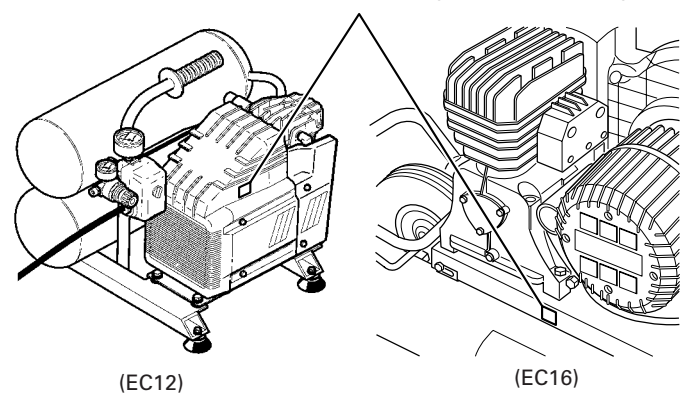

Fig. 6
Cet élément n'est pas nécessaire si le compresseur n'est pas équipé du commutateur de réenclenchement du protecteur thermique montré dans la Fig. 6.
- (2) Si le cordon prolongateur n'est pas conforme aux spécifications données à la page 16, le remplacer par un cordon prolongateur les respectant. Si la puissance de l'alimentation secteur est insuffisante, augmenter cette capacité pour éliminer les causes d'un flux de courant excessif (surintensité).
- (3) Attendre environ 5 minutes, puis appuyer sur le commutateur de réenclenchement du protecteur thermique (Fig. 6).
- (4) Mettre en route. Si le moteur continue de s'arrêter pendant son fonctionnement, contacter un centre de réparation.